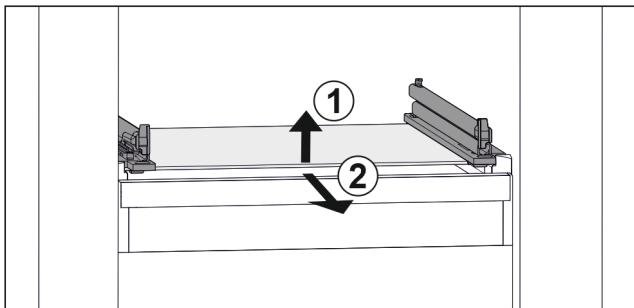

Fig. 76 玻璃隔板例图
- ▶ 抬起玻璃隔板前部。Fig. 76 (1)
- ▶ 向前取出玻璃隔板。Fig. 76 (2)